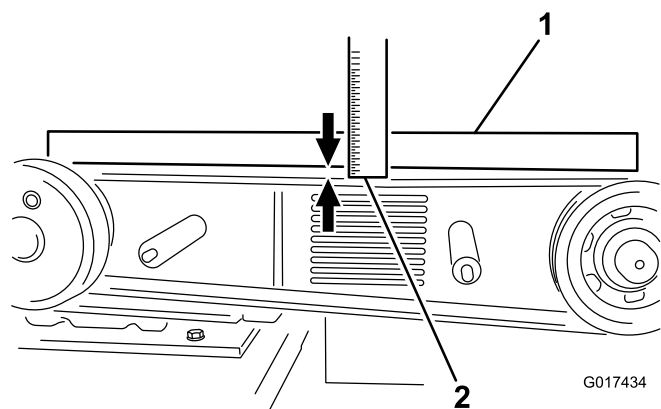

Figura 18
- Coloque una regla sobre las poleas del embrague y del volante, y apriete el perno tensor de la correa hasta que la correa se desvíe 0.40 pulgadas (1 cm) al aplicar una presión de 15 libras (6.8 kg) en el centro de la correa (al tensar una correa usada) o de 18 libras (8 kg) al instalar una correa nueva (Figura 18).